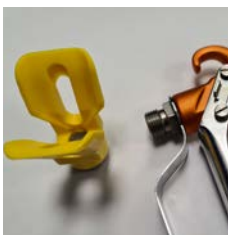

Fig.01
- 3.- Retirez le protecteur et la buse de pulvérisation (fig. 01) Plongez-les dans du dissolvant de nettoyage.